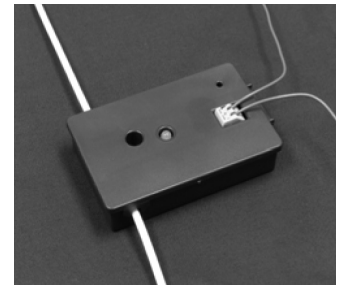

Figure 4
2. Reposez la vis qui tient le couvercle en place. (Voir la Figure 4.)